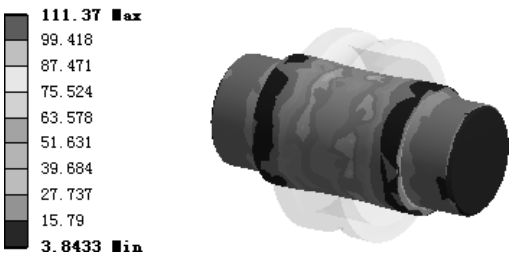

图 7.6.39 应力结果图解（几何体 2）
(5) 查看 RING 应力图解。在“Outline”窗口中选中  Equivalent Stress 3, 查看图 7.6.39 所示的几何体 2 的应力结果, 其最小应力为 3.8344MPa, 其最大应力为 111.37 MPa。